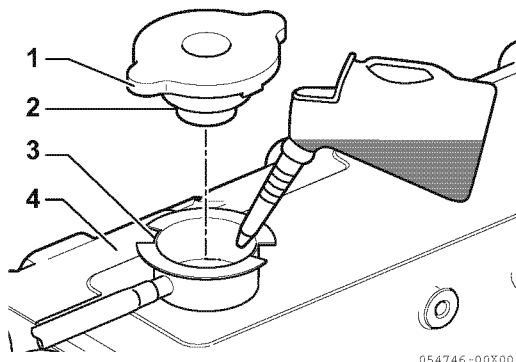

Figura 18
3. Abasteça o depósito lentamente com líquido de refrigeração (**Figura 18, (4)**) para evitar a formação de bolhas de ar. Encha até que o líquido de arrefecimento saia para fora do bujão de enchimento.
4. Alinhe as marcas do tampa~o de enchimento (**Figura 18, (2)**) com os entalhes do bujão de enchimento (**Figura 18, (3)**) e aperte o tampa~o de enchimento (**Figura 18, (1)**) firmemente.